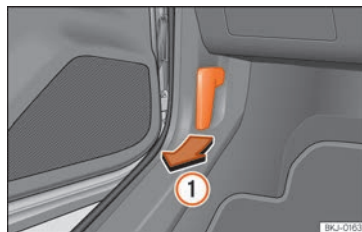

Fig. 11 Levier de déverrouillage sur le plancher, côté conducteur.
• Ouvrez la porte et tirez le levier situé sous le tableau de bord » fig. 11 ①.